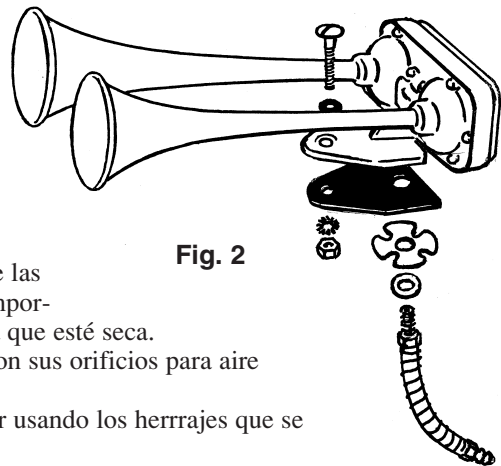

Fig. 2
3. Monte el claxon como se muestra en la Fig 2. NOTA: APRIETE UNIFORMEMENTE DESPUÉS DE HABER INSTALADO EL TORNILLO DEL FRENTE Y LA MANGUERA FLEXIBLE.